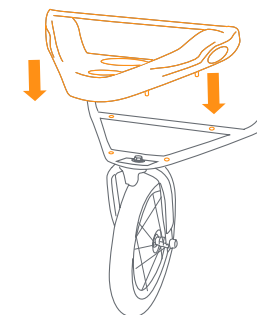

Fig. 7b
- These tubes must be lined up with the holes in the front frame assembly (Fig. 7b).
- Estos tubos deben estar alineados con los agujeros del armazón delantero (Fig. 7b).